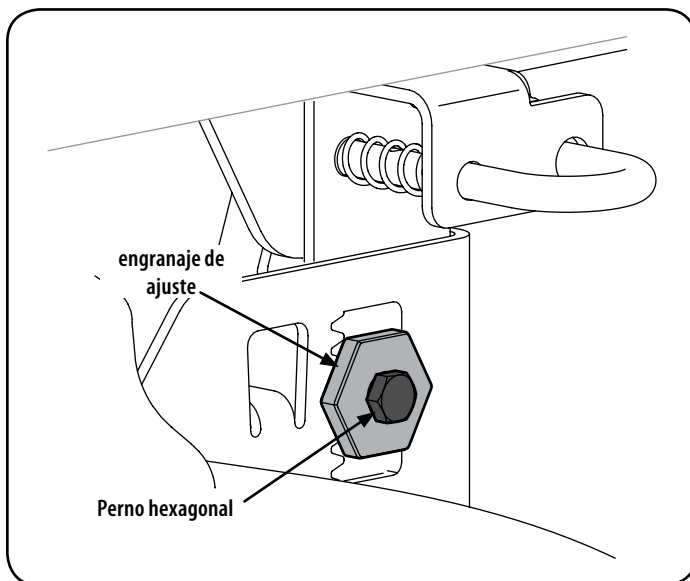

Figura 11
6. Afloje, pero NO extraiga, el perno hexagonal en el enlace de suspensión izquierda de la plataforma trasera. Ver Figura 11.
7. Usando una llave, levante o baje el lado izquierdo de la plataforma girando el engranaje de ajuste. Ver Figura 11.